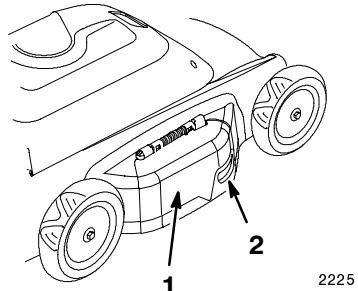

Figure 7
- Ouvrir la porte de paillage en la soulevant par la poignée (Fig. 7).